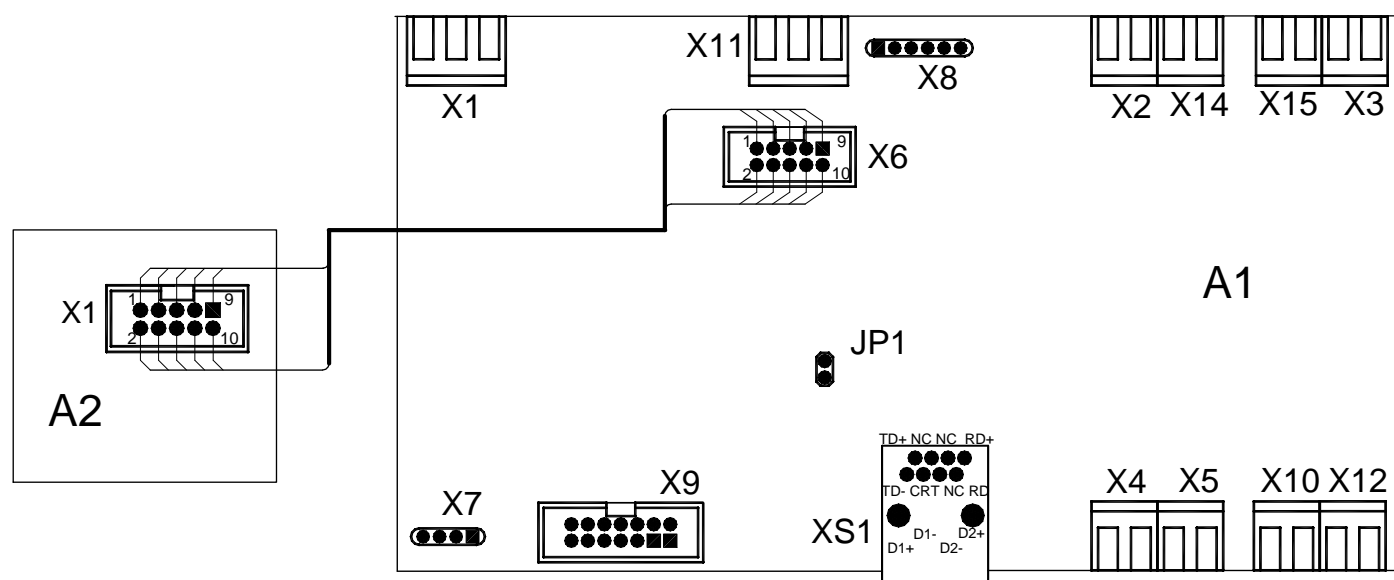

Рис. 3.3 – Схема соединений и размещения разъемов преобразователя интерфейсов ПИ-Eth
3.6 Схема размещения и назначение разъемов преобразователя интерфейсов ПИ-Eth указана на рис.3.3 и в табл. 3.2.